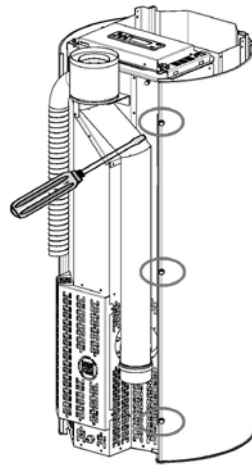

Fig. 73 - Togliere viti
- Svitare le viti posteriori dei fianchi (vedi **Fig. 73**).